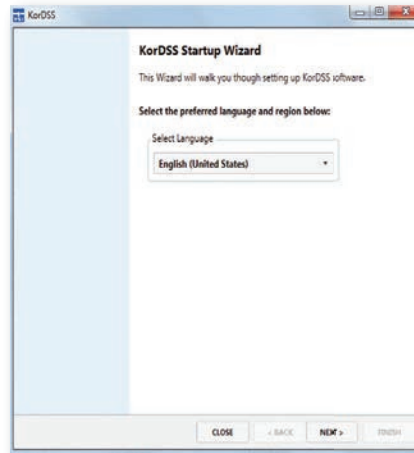

Figure 84 Préférence de langue du KorDSS
1. Une fois que Windows a mis à jour le pilote avec succès, démarrez KorDSS et définissez votre préférence de langue (Figure 84). Cliquez sur **Suivant**.